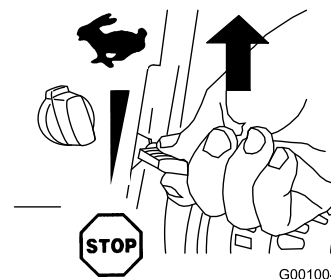

Figure 21
2. Placez la manette d'accélérateur en position haut régime (Figure 21).